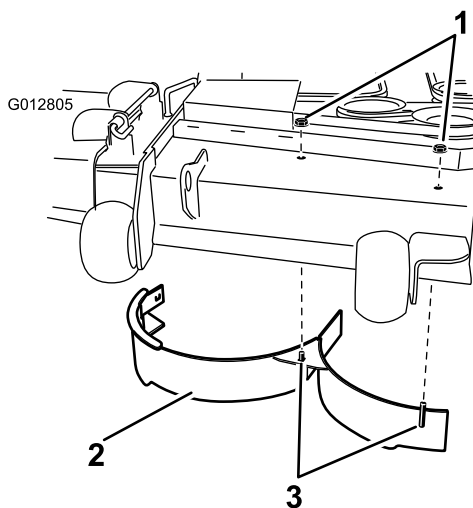

Bild 30
10. Entfernen Sie die zwei Sicherungsmuttern (5/16"), mit denen die geschweißten Streben des rechten Ablenkblechs oben am Mähwerk in der Mitte und rechts von der Mittelstellung befestigt sind (Bild 30).